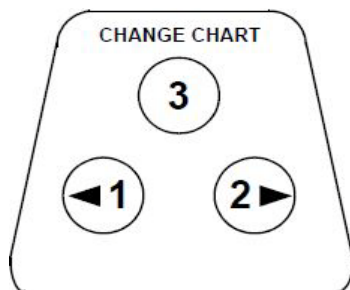

Figura 14. Pulsanti del grafico
2. Premere e tenere premuto il pulsante grafico (3 in Figura 14) per circa un secondo. La penna si sposterà fuori scala.
3. Confrontare la temperatura del registratore con la temperatura della soluzione. Se necessario, regolare il registratore premendo i pulsanti grafico di sinistra e destra (1 e 2 da *Figura 14*) per circa 5 secondi.